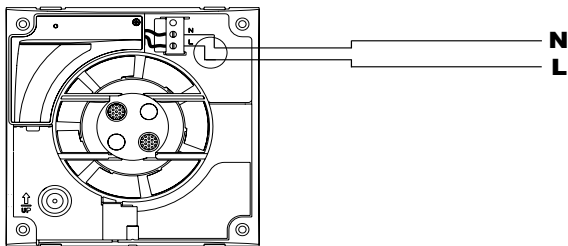
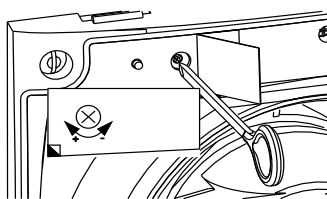

Fig.8
Fig.7
Para regular a temporização, rodar o potenciómetro existente no circuito impresso (fig.7).
**1º. caso:** Em funcionamento automático (fig.8) o aparelho liga automaticamente quando o nível de humidade, no local, é superior ao valor ajustado. Desliga quando o nível de humidade está abaixo do valor ajustado e além do tempo fixado pelo temporizador.
Tem, também, uma temporização regulável entre 1 e 20 minutos, que mantém o DECOR em funcionamento, depois de ligar (fig.8). Para regular a temporização, rodar o potenciômetro existente no circuito impresso (fig.7)